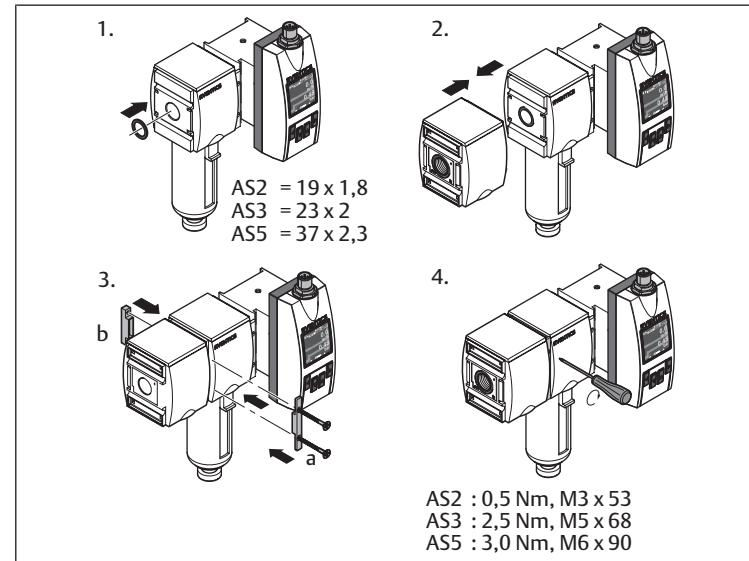

Fig. 5: Montaje con el juego de unión | W04
- Montaje con el juego de unión y la unidad de preparación de aire: véase → Fig. 5.